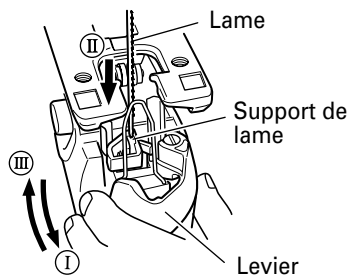

Fig. 6
- (1) Ouvrir le levier jusqu'à la butée. (Fig. 6 flèches I)
- (2) Retirer la lame.
- (3) Insérer la nouvelle lame jusqu'à la butée dans le support de lame. (Fig. 6 flèches II)
- (4) Refermer le levier. (Fig. 6 flèches III)